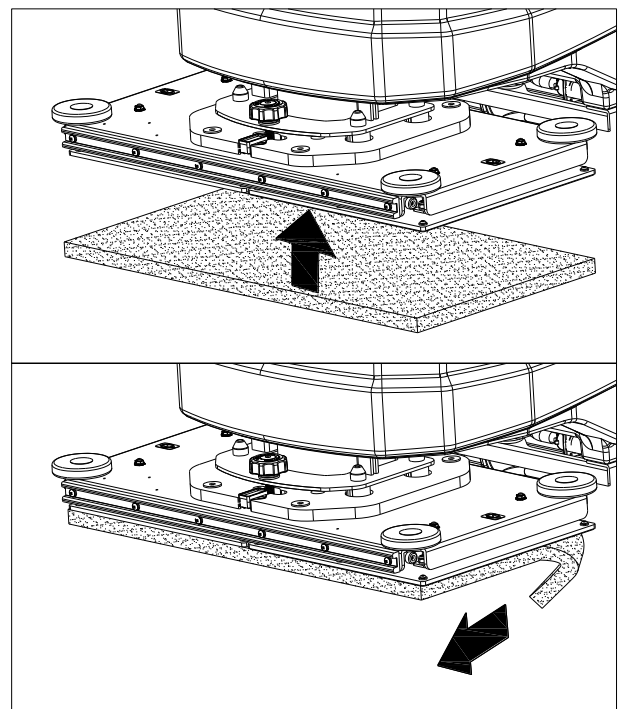

Abbildung 10
2. Verwenden Sie die manuelle Methode, um das Pad zu installieren oder auszubauen (Abb. 10)